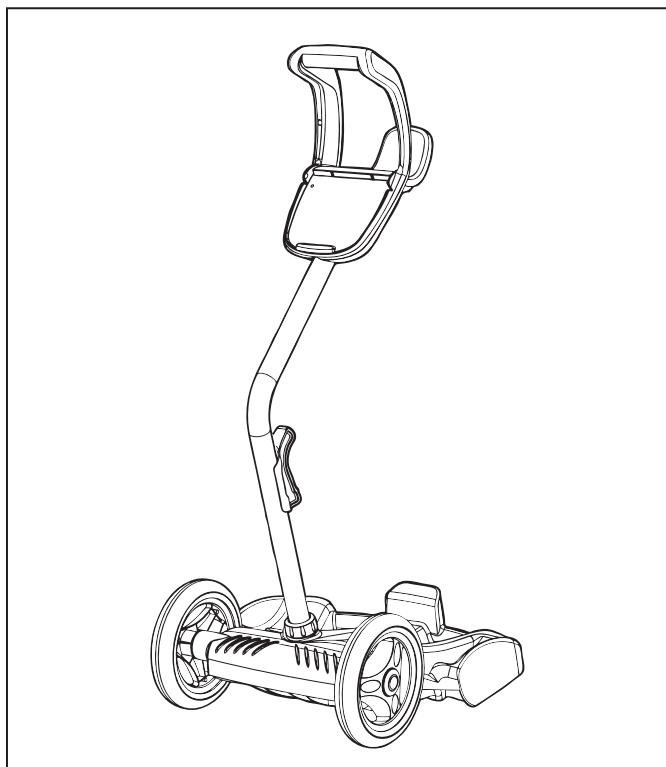

**Figure 6. Fixer la poignée du chariot**
7. Glisser le module de base/l'accessoire de la poignée du chariot vers le bas, le long de la poignée en métal jusqu'à ce qu'il s'encliquète en place. (Voir figure 6.)